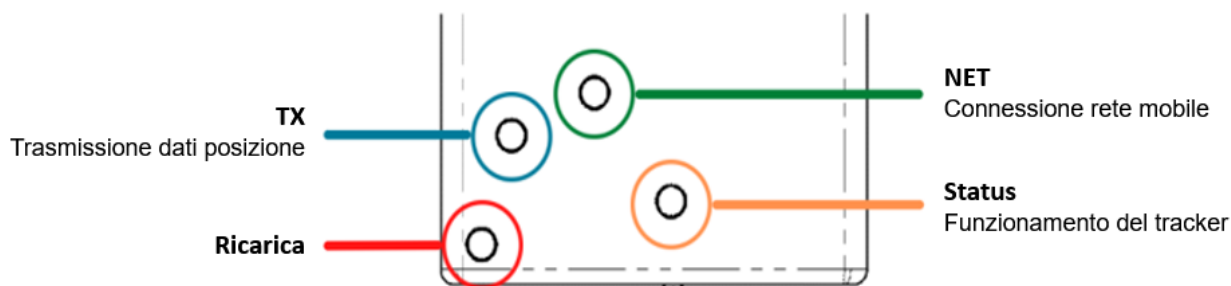

Figura 1-2 Schema dei LED
1. Far scorrere lo switch verso destra per accendere il tracker (Figura 1-2)